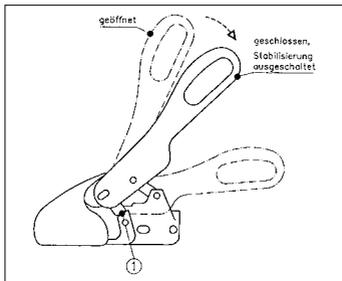

Bild 1: Ankuppeln
Die geöffnete Zugkugelkupplung wird auf die Kuppungskugel des Zugfahrzeuges gesetzt. (Bild 1) Durch die Stützlast und eine evtl. zusätzliche Belastung der Deichsel schließt die Zugkugelkupplung automatisch und die seitlichen Sicherungslaschen (1) stehen parallel gegenüber der Sicherungsflächen am Gehäuse. (Bild 1)